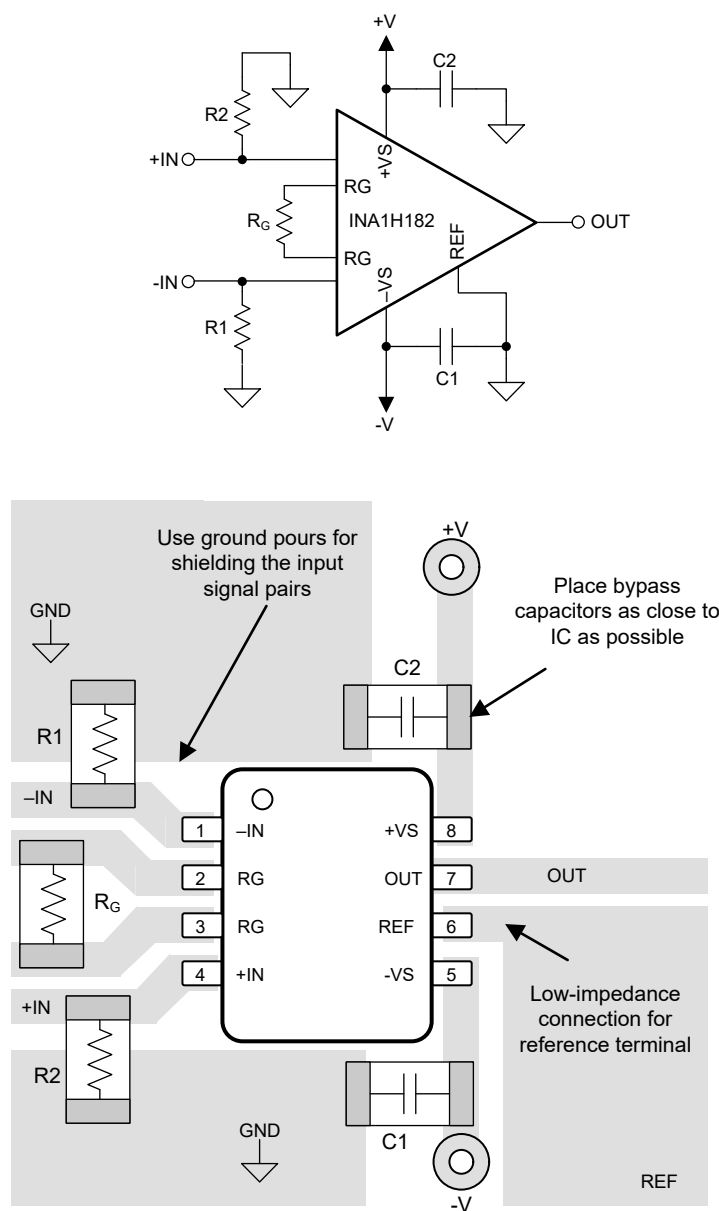

図 7-8. 回路図と関連する PCB レイアウトの例
- 外付け部品は、可能な限りデバイスに近く配置します。図 7-8 に示すように、寄生容量を最小限に抑えるため、 R_G はピンの近くに配置します。